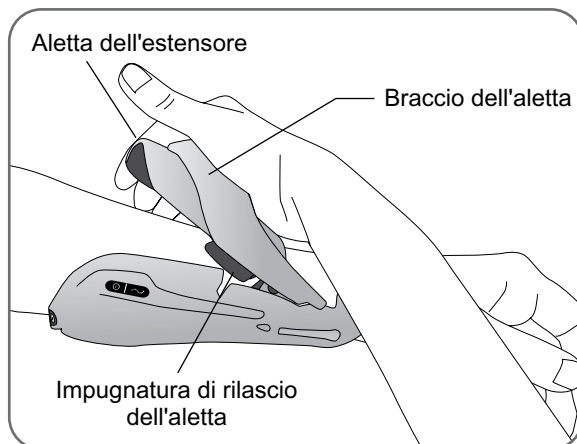

Figura 8-10 - Chiusura dell'alletta dell'estensore
5. Tirare l'alletta dell'estensore verso l'esterno e nel contempo premere verso il basso il braccio dell'alletta (Figura 8-10). Esercitare una pressione verso il basso finché non cessano gli scatti.